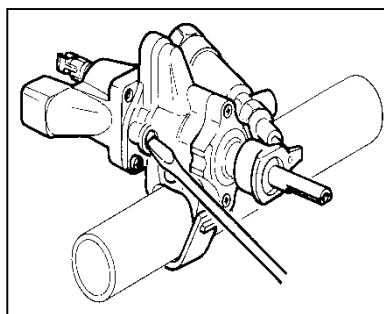

Fig.10
6. Con un cacciavite a lama (lungo e stretto) agire sulla vite di strozzamento posta sulla destra dell'astina (**Fig.10**) e, osservando contemporaneamente la fiamma attraverso l'oblò della cucina, valutare la consistenza facendo in modo che rimanga accesa eseguendo con la manopola rapidi passaggi dalla posizione di MINIMO a quella di MASSIMO.